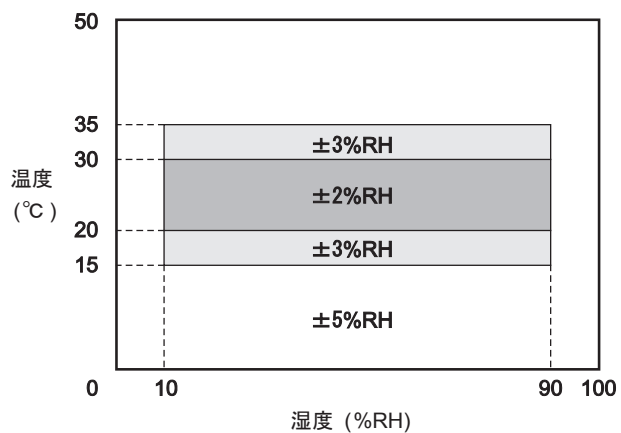

図1 室内用 湿度精度
- *4 湿度・露点精度の詳細は、図1～4を参照してください。